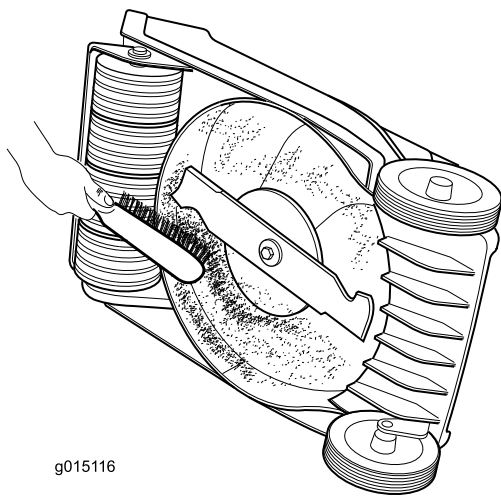

Bild 17
- Reinigen Sie die Unterseite des Maschinengehäuses. Entfernen Sie die Schmutz- und Schnittgutrückstände mit einem Hartholzschaber bzw. einer Bürste (Bild 17).